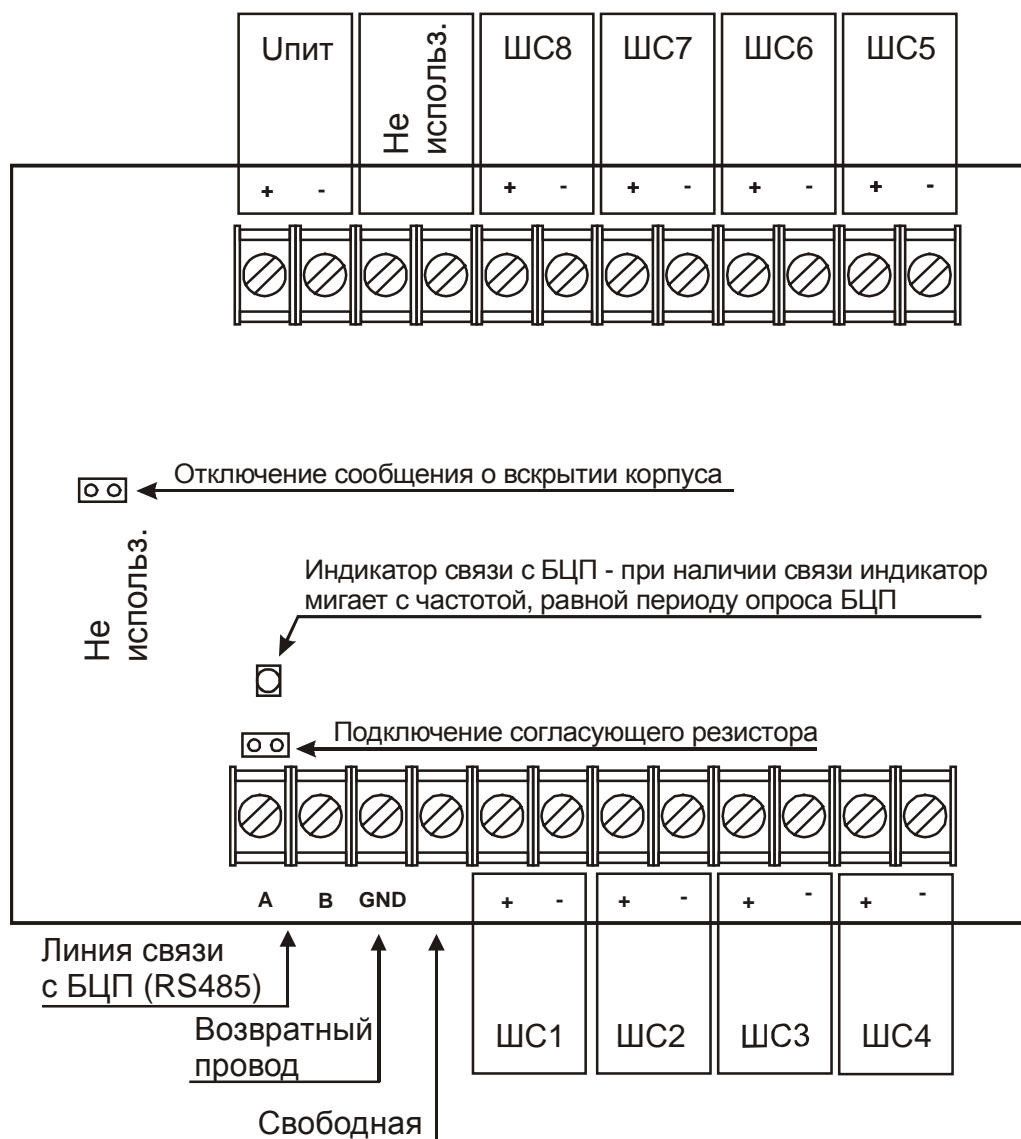

Рис. 8 Внешний вид платы СКШС-03-8
5.3. Подключение СКШС к линии связи с БЦП осуществляется через клеммную колодку, установленную на плате Рис. 8 (клеммы А, В).
5.4 Подключение СКШС к источнику питания осуществляется через клеммную колодку, установленную на плате Рис. 8 (клеммы Упит). Не допускается нарушения полярности подключения. При выборе проводов ШС и ЛС с БЦП и источником питания необходимо учитывать длины кабельных трасс.